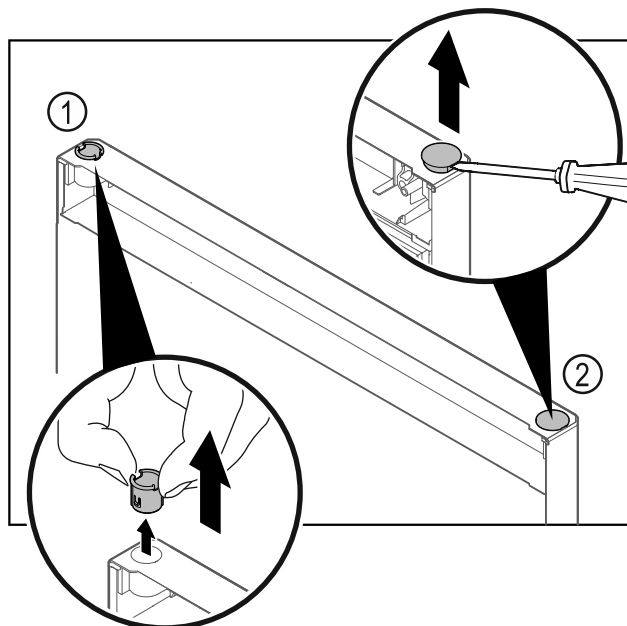

Fig. 30
- ▶ Træk hængselbøsningen Fig. 30 (1) ud med fingrene.
- ▶ Løsn afdækningsproppen Fig. 30 (2) forsigtigt med en flad skruetrækker, og træk den ud.